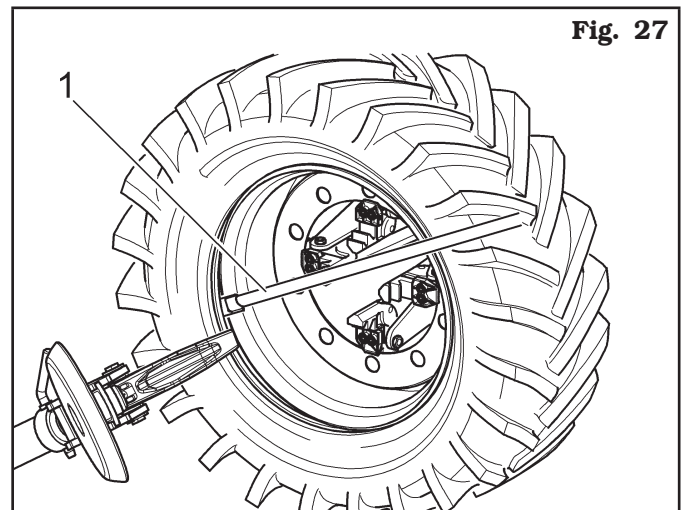

Fig. 27
- Enclencher le levier (Fig. 27 réf. 1) entre la jante et le talon vers la droite de l'outil.